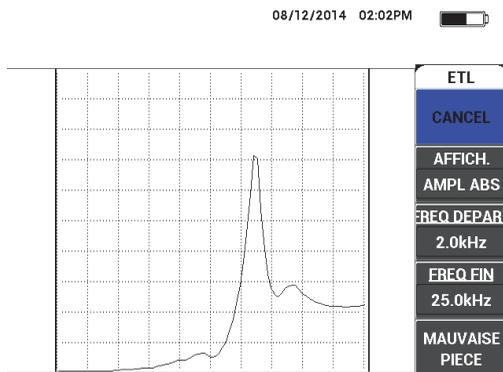

Figure 6-63 Signal du petit défaut
- Placez la sonde au-dessus du défaut le plus petit, ou le plus critique, et puis appuyez sur **MAUVAISE PIÈCE** (touche E) [voir la Figure 6-63 à la page 184].